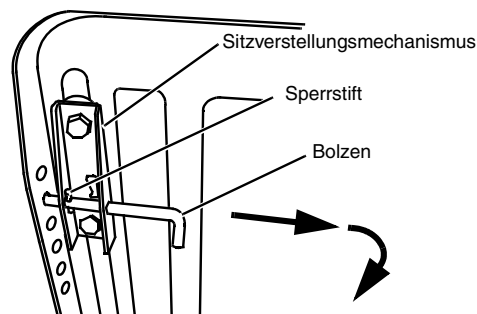

ABBILDUNG 12
- drehen. (siehe ABBILDUNG 12)